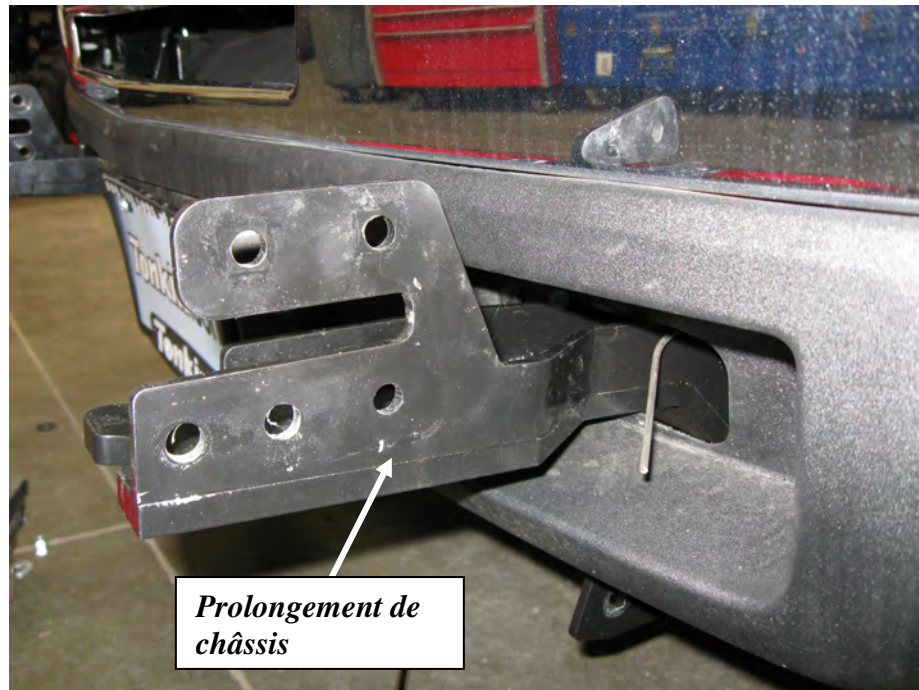

**Figure 5 Support Bas G en place.**
Retirer les boulons de 7/16 x 5 po. Insérer les Prolongements de châssis DR et G dans le châssis. Replacer les boulons de 7/16 x 5 po., les rondelles plates (2 par boulon), les rondelles de blocage et les écrous. Insérer également deux boulons (2) 1/2 x 1 3/4 po. ainsi que des rondelles de blocage et des rondelles plates à travers la partie basse de chaque Support bas et à travers le châssis, dans les écrous soudés sur les prolongements de châssis. **Voir Figure 5 et 6**